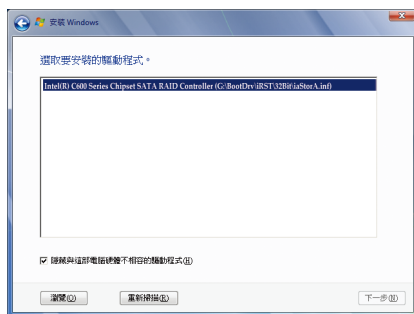
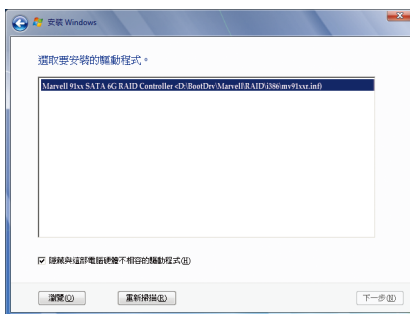

图1
图2
Intel C606请选择「Intel(R) C600 Series Chipset SATA RAID Controller」驱动程序(图1)。Marvell 88SE9172请选择「Marvell 91xx SATA 6G RAID Controller」驱动程序(图2)。按「下一步」载入所需的驱动程序。完成后，请继续操作系统的安装。